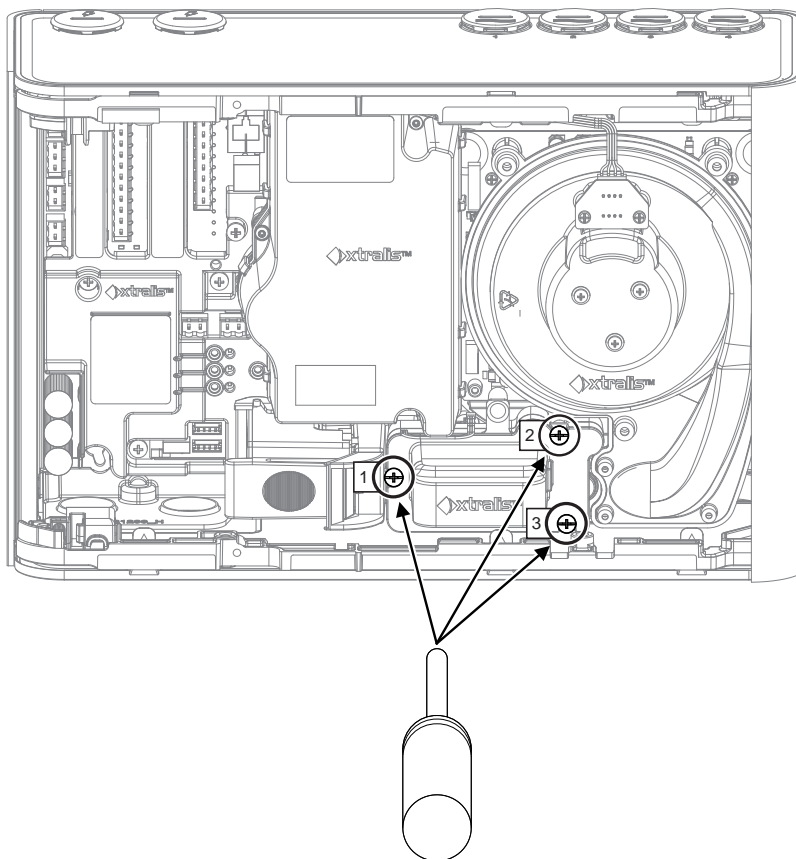

Figure 7-22: Dévisser vis du module de prélèvement
- Dévissez les trois vis de fixation du module de prélèvement (Figure 7-22).